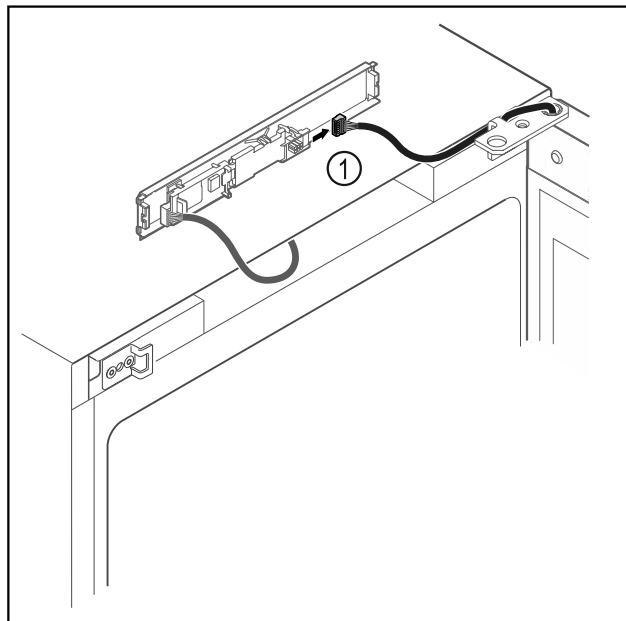

Fig. 16
- Wtyczkę Fig. 16 (1) należy odłączyć od płytki drukowanej.